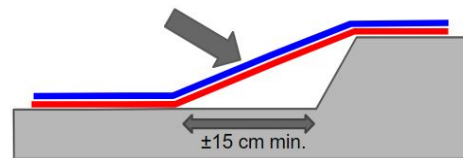

Abbildung 7
- Erwärmen Sie alle Bereiche, an denen das Material mit einem Heißluftgebläse geformt wurde, und kontrollieren Sie die Temperatur mit einem Infrarotthermometer, außerhalb des Luftstroms, um auf der Oberfläche < 95 °C erhalten. *Abbildung 7*